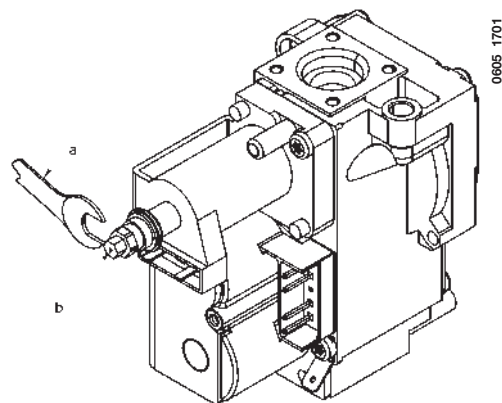

Figura 14
- desaparafisar o parafuso (**b**) da Figura 14 até alcançar o valor de pressão correspondente à potência reduzida (ver Tabela 1);